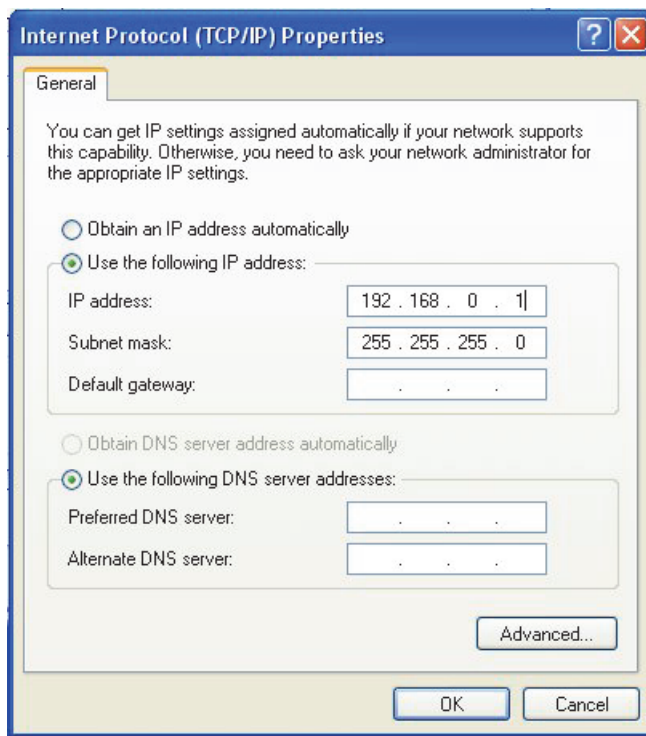

Figura 7-9 La finestra di dialogo **Proprietà – Protocollo Internet (TCP/IP)** con **Windows XP**
7. Nella finestra di dialogo **Proprietà Protocollo Internet (TCP/IP)** [Internet Protocol (TCP/IP) Properties], selezionare **Utilizza il seguente indirizzo IP** (Use the following IP address) [vedere Figura 7-9 a pagina 225].